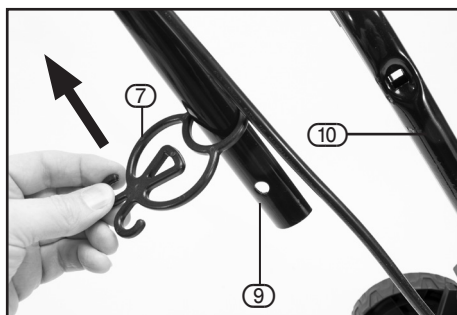

FIG.3
8.3 SLIDE ON POWER CABLE RESTRAINT – FIG.3